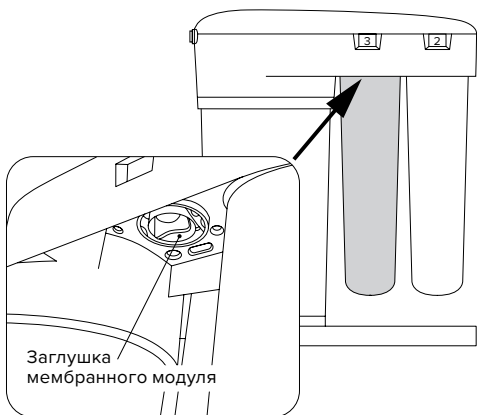

Рис. 9
- Установите вместо мембранного модуля сервисную заглушку (рис. 9).